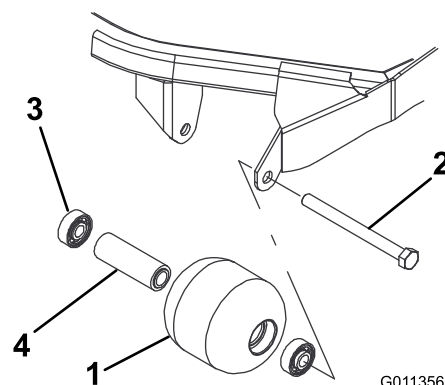

Figure 87
1. Retirez le boulon de fixation du galet (Figure 87).
4. Vérifiez l'état du logement de roulements, des roulements et de la douille d'écartement (Figure 87) Remplacez tout composant endommagé et procédez au remontage.
1. Enfoncez le premier roulement dans le logement à la presse (Figure 87). Exercez la pression uniquement sur la bague extérieure ou uniformément sur les bagues intérieure et extérieure.
2. Insérez l'entretoise (Figure 87).
3. Enfoncez le second roulement dans le logement à la presse (Figure 87). Exercez une pression uniforme sur les bagues intérieure et extérieure jusqu'à ce que la bague intérieure rencontre la douille d'écartement.